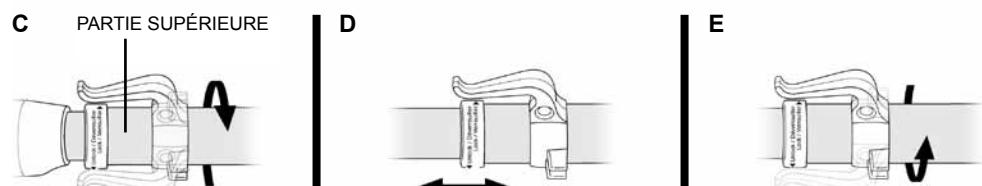

FIGURE 1
- Insérez le connecteur fileté au bas du manche-rallonge dans la base du manche sur le corps de l'appareil (FIGURE 1-A).
- Faites tourner le manche-rallonge dans le sens horaire, comme illustré, pour le visser dans la base du manche (FIGURE 1-B). Assurez-vous que le manche est fermement fixé au corps de l'appareil.
- Faites tourner la partie supérieure (plus épaisse) du manche-rallonge dans le sens indiqué par « UNLOCK » sur l'étiquette pour le déverrouiller (FIGURE 1-C).
- Ajustez la partie supérieure pour lui donner la longueur désirée (FIGURE 1-D).
- Faites tourner la partie supérieure du manche-rallonge dans le sens indiqué par « LOCK » sur l'étiquette pour le verrouiller à nouveau (FIGURE 1-E).